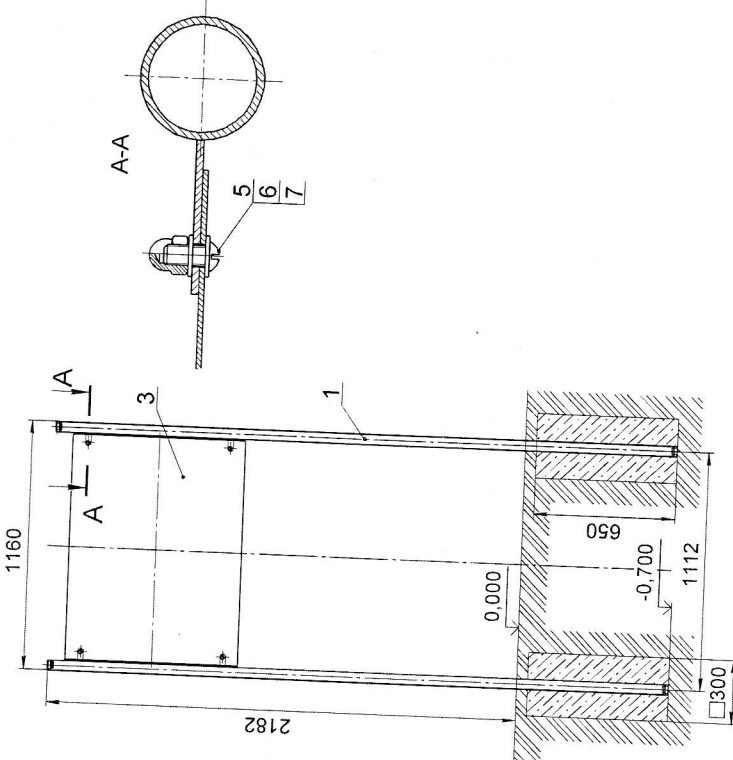

Рис. 1.
2.1 Основные технические характеристики приведены в таблице 1 и на рис. 1
- Подготовить приямки по схеме на рис. 1.
- Установить в приямки стойки и выровнять согласно рис. 1.